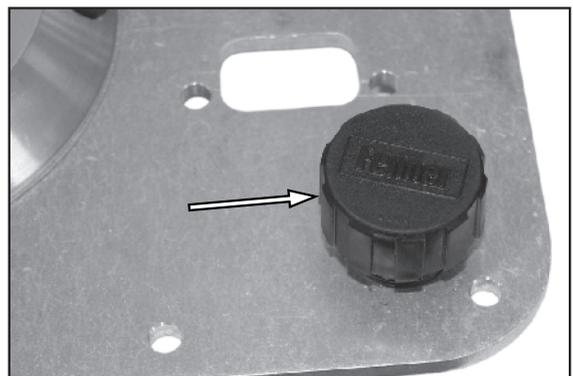

Figure 7.
3. Voir Figure 7. Retirez le bouchon de remplissage et insérez un entonnoir propre muni d'un filtre.